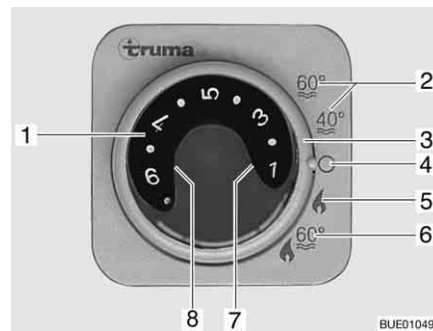

Fig. 195 Unité de commande pour chauffage/chauffe-eau
- Régler le mode de régime à l'aide de l'interrupteur tournant (Fig. 195,3).
**Régime hiver** Le chauffage règle le degré d'allumage automatiquement en fonction de la température ambiante requise. Une fois que la température ambiante désirée est atteinte, le brûleur s'éteint. La température intérieure est mesurée avec la sonde de température qui se trouve à côté du panneau de contrôle. En mode "Chauffage et chauffe-eau" (Fig. 195,6) l'eau est également chauffée dans le chauffe-eau. Il est possible de faire fonctionner le chauffage en mode "Chauffage sans chauffe-eau" (Fig. 195,5) et le chauffe-eau vide.
- Régler le bouton tournant de température (Fig. 195,1) de l'unité de commande sur le degré de chauffage désiré.
- Régler l'interrupteur tournant (Fig. 195,3) en régime hiver "Chauffage sans chauffe-eau" (Fig. 195,5) ou en régime hiver "Chauffage et chauffe-eau" (Fig. 195,6).
Le voyant de contrôle vert (Fig. 195,7) est allumé et indique simultanément le degré de température choisi.
Le voyant de contrôle jaune (Fig. 195,8) indique la mise en température de l'eau lorsque le chauffe-eau est rempli.
- Régler l'interrupteur tournant (Fig. 195,3) sur "O" (Fig. 195,4).